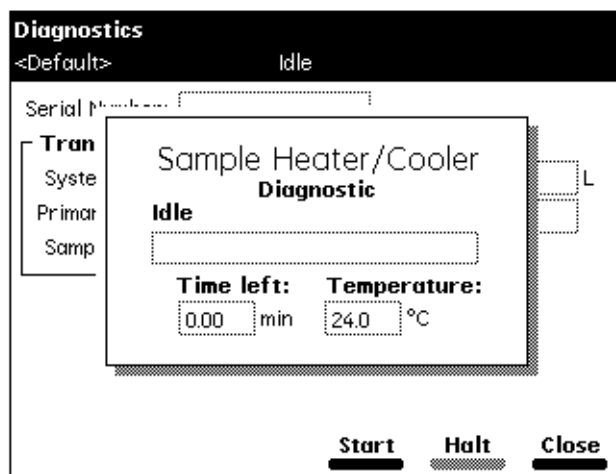

图 8-19 样品加热器 / 冷却器测试屏幕
1. 选择 Other Diagnostics（其它诊断）屏幕中的 **Sample heater/cooler**（样品加热器 / 冷却器），然后按 **OK**（确定）。出现 Sample Heater/Cooler（样品加热器 / 冷却器）测试屏幕（图 8-19）。